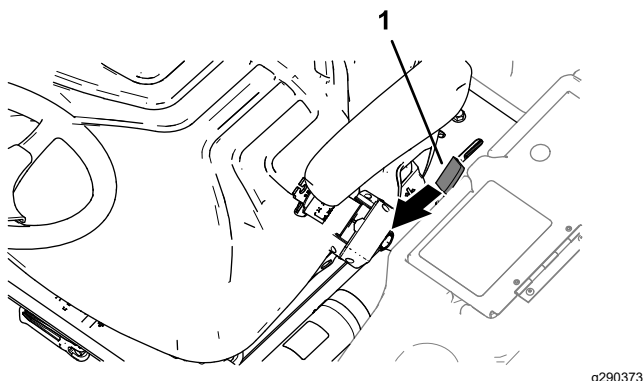

Bild 43
1. Bewegen Sie den Sperrriegelgriff der Plattform (Bild 43) zur Vorderseite der Maschine, bis die Sperrhaken die Sperrstange freigeben.